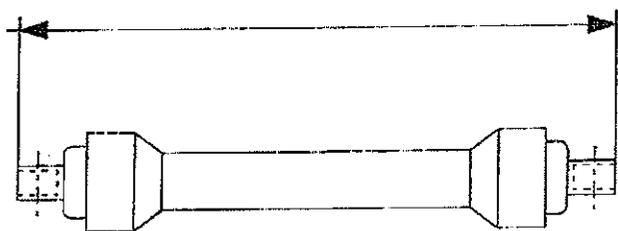

Fig. 4-5 Determinación distancia entre cardan y tractor
- Conectar los pernos 1 y 2 (fig 4-5) a los brazos del levantador del tractor fig A 4.4.
- Conectar el tersero punto 3 (fig 4-5) al tractor fig B 4.4
- Medir la distancia entre el árbol en salida de la caja de engranajes de la cortadora y el árbol en salida de la tractora, dimensión A (fig 4-5)
- Medir el árbol de cardán en la posición totalmente cerrada, dimensión B (fig 4-5)
- Cortar la protección de plástico como en la fig 4-7-A, de la cantidad correspondiente a (B "menos" A) de la fig 4-5.